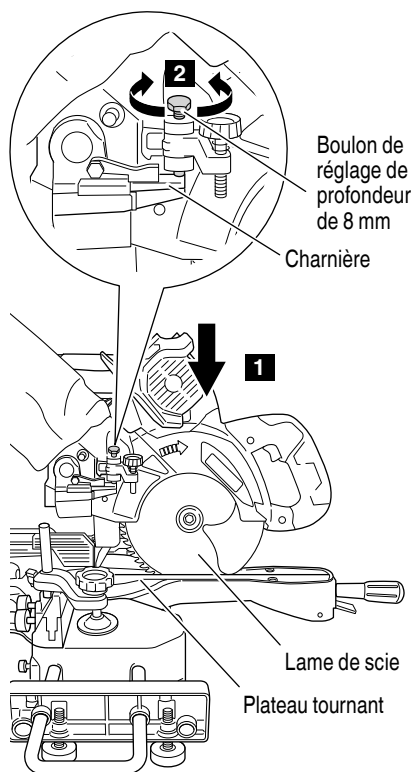

Fig. 18
Pour régler la position limite de la lame de scie, suivre la procédure (1) indiquée ci-après (Fig. 18).